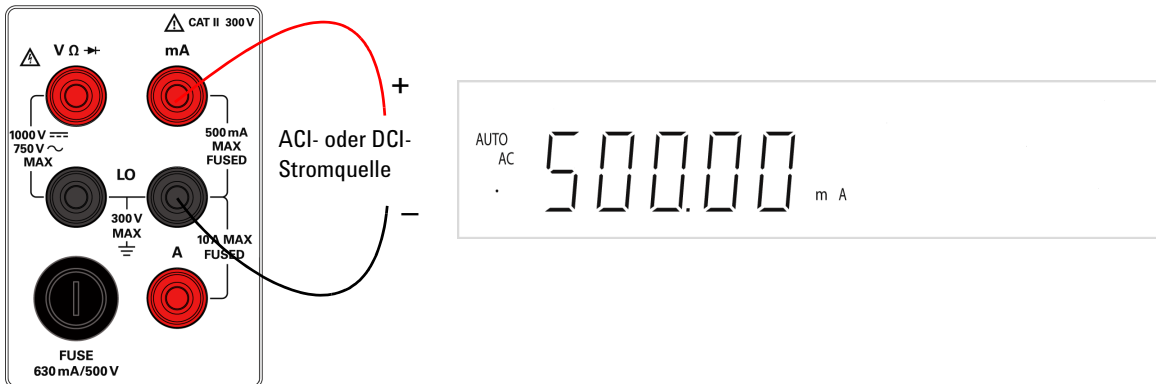

Abbildung 1-12 ACI RMS- oder DCI (mA)-Anschluss und Anzeige
- 3 Verbinden Sie das rote und schwarze Testkabel mit dem mA-Eingangsanschluss, wie in Abbildung 1-12 dargestellt.